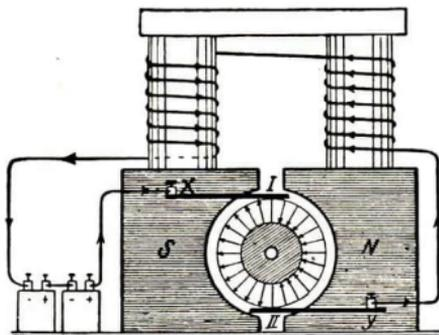

Abb. 362. Der Elektromotor mit dem Ringanker
c) Die **Stromzufuhr** zur Ankerspule geschieht durch zwei Bürsten oder **Schleiffedern** x, y , die auf blanken Stellen der Ankerspule schleifen (Abb. 362).
Die Folge ist, daß in Abb. 362 der Ankerstrom vor dem Südpol S vom Beschauer weg, der Ankerstrom vor dem Nordpol N zum Beschauer her läuft. (Was erfährt jeder dieser Ströme in dem Magnetfeld, das sich zwischen N und S ausspannt? Korkzieherregel? Verdichtung wo?)
3. Vorgang. Bei Stromschluß erfahren die Drahtstücke (auf der Außenseite des Ankers) einen Antrieb in dem Magnetfeld des Elektromagneten, und zwar die Ströme vor dem **Südpol** (in Abb. 362) nach aufwärts (\uparrow), die Ströme vor dem **Nordpol** nach abwärts (\downarrow).